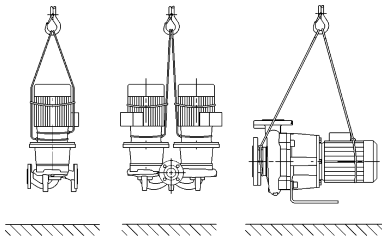

Fig. 7: Μεταφορά της αντλίας
- Οι κρίκοι μεταφοράς στον κινητήρα χρησιμεύουν μόνο ως οδηγοί κατά την ανάληψη του φορτίου (Fig. 7).